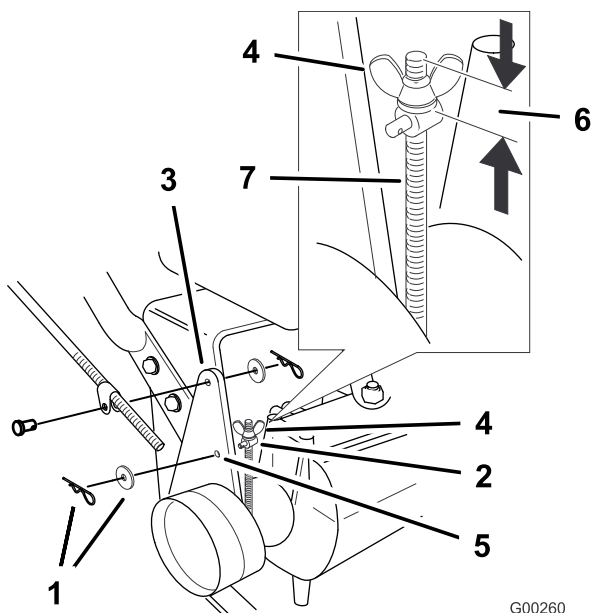

Bild 41
Hinweis: Stellen Sie die Flügelmutter anfänglich so ein, dass sie 32 mm von der Oberkante der Stange ist (Bild 41).
- Entfernen Sie zum Einstellen der Bremse den Splint und die Scheibe vom Bremshebel und Drehzapfen (Bild 41).
- Setzen Sie den Drehzapfen in das Loch F (Bild 41). Ziehen Sie die Flügelmutter fest.
- Befestigen Sie den Drehzapfen mit einer Scheibe und einem Splint am Bremshebel (Bild 41).